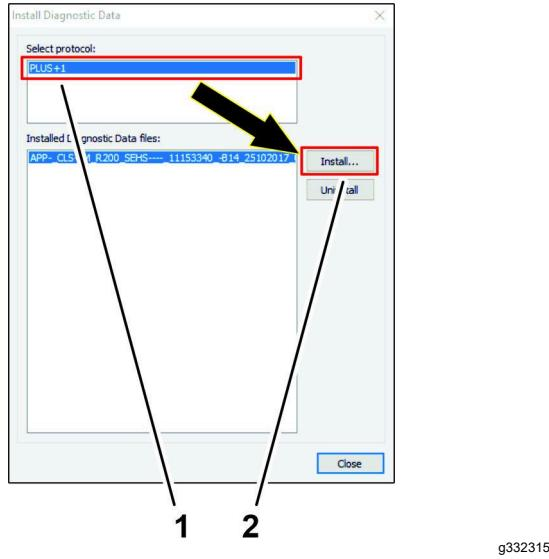

Figura 48
2. En el cuadro de diálogo Seleccionar Protocolo, haga clic en el ícono PLUS+1, y pulse el ícono INSTALAR (Figura 48).